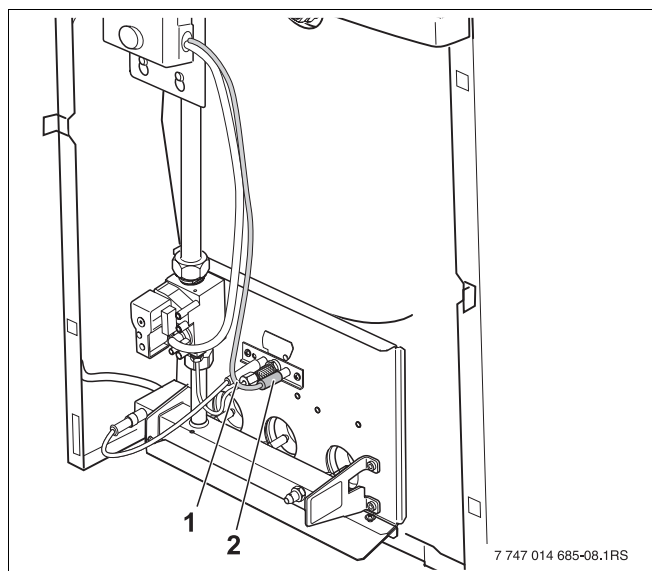

Abb. 29 Brenner Anschlusskabel
- Steckverbindung lösen (Abb. 29, **Pos. 2**).
- Überwachungskabel (Abb. 29, **Pos. 1**; Seite 34) an der Steckverbindung (Abb. 29, **Pos. 2**; Seite 34) lösen.